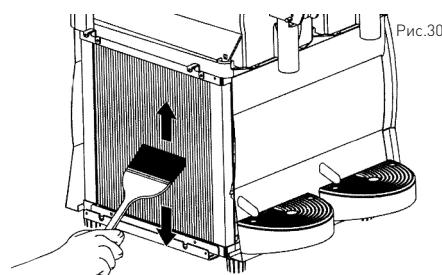

Рис.30
- 4) При помощи сухой щётки (не прилагается к устройству) удалите скопившуюся пыль. (Смотри: Рис. 30)